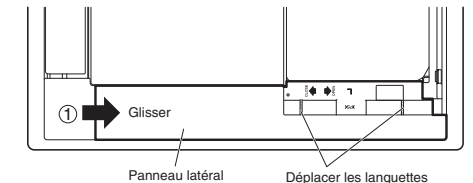

Fig. 7-2
- Glisser les panneaux latéraux dans la direction de la flèche ① pour les enlever (2 emplacements, gauche et droit). (Fig. 7-2)